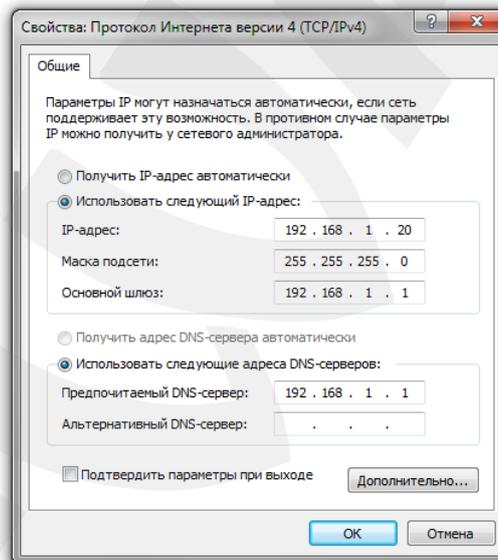

Рис. 6.7
**2. Использовать следующий IP-адрес:** IP-адрес задается пользователем вручную (Рис. 6.7):